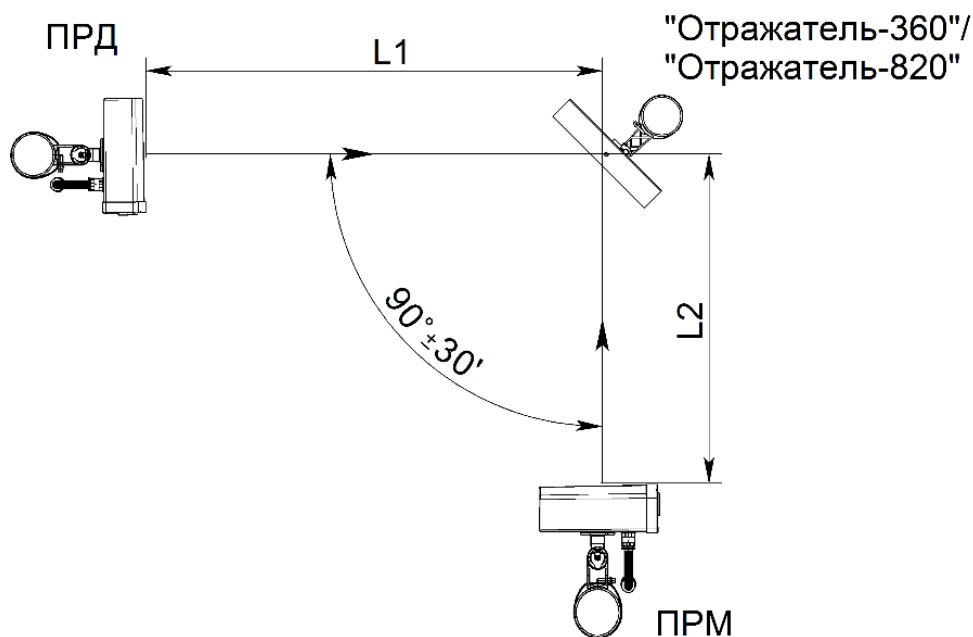

Рисунок 2.12 – Установка извещателей с применением отражателя «Отражатель-360» («Отражатель-820»)
2.3.9.2 При работе извещателей с «Отражателем-360» (см. рисунок 2.12) суммарная длина зоны обнаружения $L1 + L2$ (где $L1$ – расстояние между блоком ПРД и отражателем, $L2$ – расстояние между отражателем и блоком ПРМ) не должна превышать: